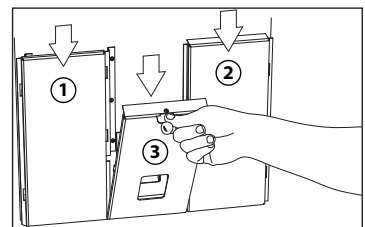

Figura 2.2
**3.** Abra la puerta delantera y asegúrese de que todos los deflectores estén instalados apropiadamente, véase Figura 2.2 (vea también Limpie el conducto de escape, los deflectores y el tubo de descarga en la sección Mantenimiento general del Manual del propietario en Mantenimiento y mantenimiento del aparato).